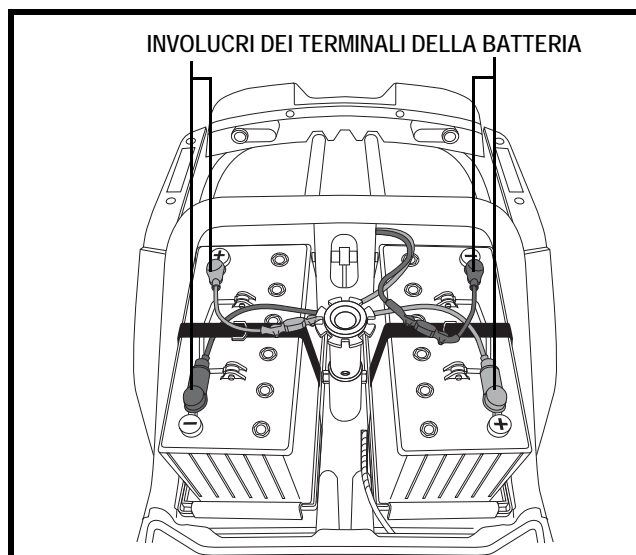

Figura 13. Rimozione/Installazione della batteria
- Scollegare la fascetta di fissaggio delle batterie. **Vedere figura 13.**
- Scollegare i cavi delle batterie dai terminali portando indietro gli involucri dei terminali e svitando il dado dal bullone. **Vedere figura 13.**